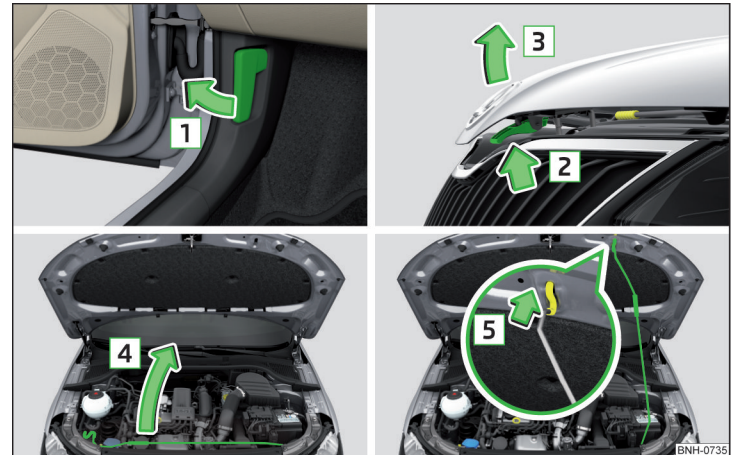

Abb. 224 Motorraumklappe öffnen
- › Die Vordertür öffnen und am Entriegelungshebel unterhalb der Schalttafel in Pfeilrichtung **1** ziehen » Abb. 224.